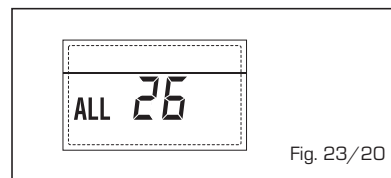

Fig. 23/20
- **ANOMALÍA COHERENCIA APLICACIÓN SOLAR "ALL 27"** (fig. 23/21)